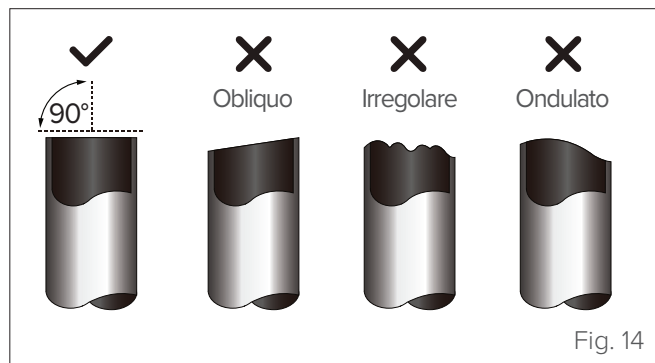

Fig. 14
- 3 Verificare che il tubo sia tagliato con un'angolazione esatta di 90°. Fare riferimento agli esempi di taglio non corretto riportati nella "Fig. 14".